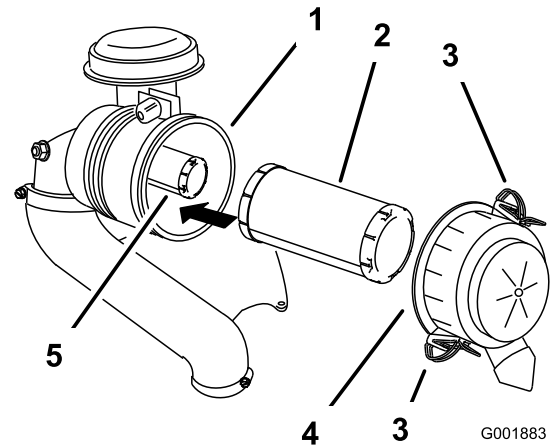

Figura 47
3. Abra los cierres del limpiador de aire y tire de la tapa de la entrada de aire para separarla del cuerpo del limpiador de aire (Figura 47).
5. Extraiga con cuidado el filtro primario de la carcasa del limpiador de aire (Figura 47).
2. Si va a cambiar el filtro interno, deslícelo cuidadosamente en el cuerpo del filtro (Figura 47).
3. Deslice cuidadosamente el filtro primario por encima del filtro de seguridad (Figura 47).
4. Instale la tapa del limpiador de aire y fije los cierres (Figura 47).